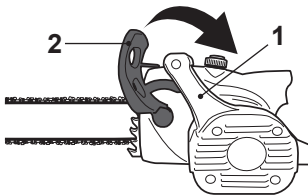

Imagen 16
Freno de la cadena [2] desactivado; el producto puede ser utilizado (Imagen 16).
- > Asegúrese de que el freno de la cadena [2] está desactivado. tirándolo hacia la empuñadura frontal [1] (Imagen 16).
- > Asegúrese de que el freno de la cadena [2] de seguridad está desactivado (consulte la Imagen 16 anterior).